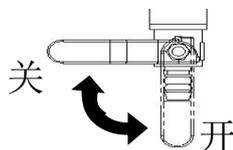

图 16
2. 若集液槽内有积水，可打开排污阀排出积水，如图 16 所示。彻底去除污渍和沉积物。